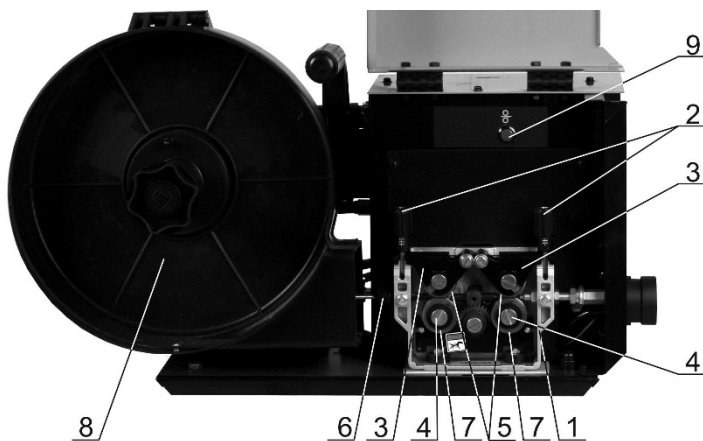

Рисунок 7 – Механизм подачи полуавтоматов
4.9.1. Подготовьте механизм подачи к работе - установите ролик механизма подачи (поз.7 рис.7) канавкой под выбранный диаметр проволоки:
- поднимите прижимной винт коромысла (2);
- разведите коромысла (3) в стороны;
- открутите стопорные болты (4) ведущих роликов;
- закрепите ведущий ролик стопорным болтом (4).
- освободите фиксатор тормозного устройства, расположенного в коже (8);
- заведите проволоку через направляющую (6), через механизм подачи и далее в капиллярный канал евроразъёма;
- установите на место прижимные ролики (5) коромысла (3);
- протяните проволоку сварочную в горелку, нажав и удерживая кнопку (9), расположенную в отсеке механизма подачи проволоки полуавтомата, до выхода проволоки из наконечника. Выполняя эту операцию горелку желательно вытянуть;
- отрегулируйте прижим проволоки винтом коромысла (поз.2 рис.7).